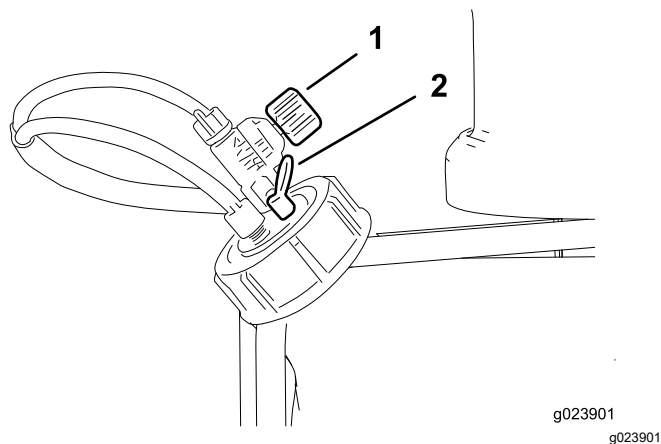

Figura 32
- Válvula do regulador de espuma – Esta válvula controla a consistência da solução de espuma. Ajustando a válvula, controla a quantidade de solução de detergente fornecida aos bicos de espuma. Aumentando o fluxo provoca gotas maiores e mais frequentes; diminuindo o fluxo provoca gotas mais pequenas e menos frequentes (Figura 32).
- Válvula de descarga de pressão – Puxe a patilha vermelha para fora para descarregar a pressão no depósito (Figura 32).